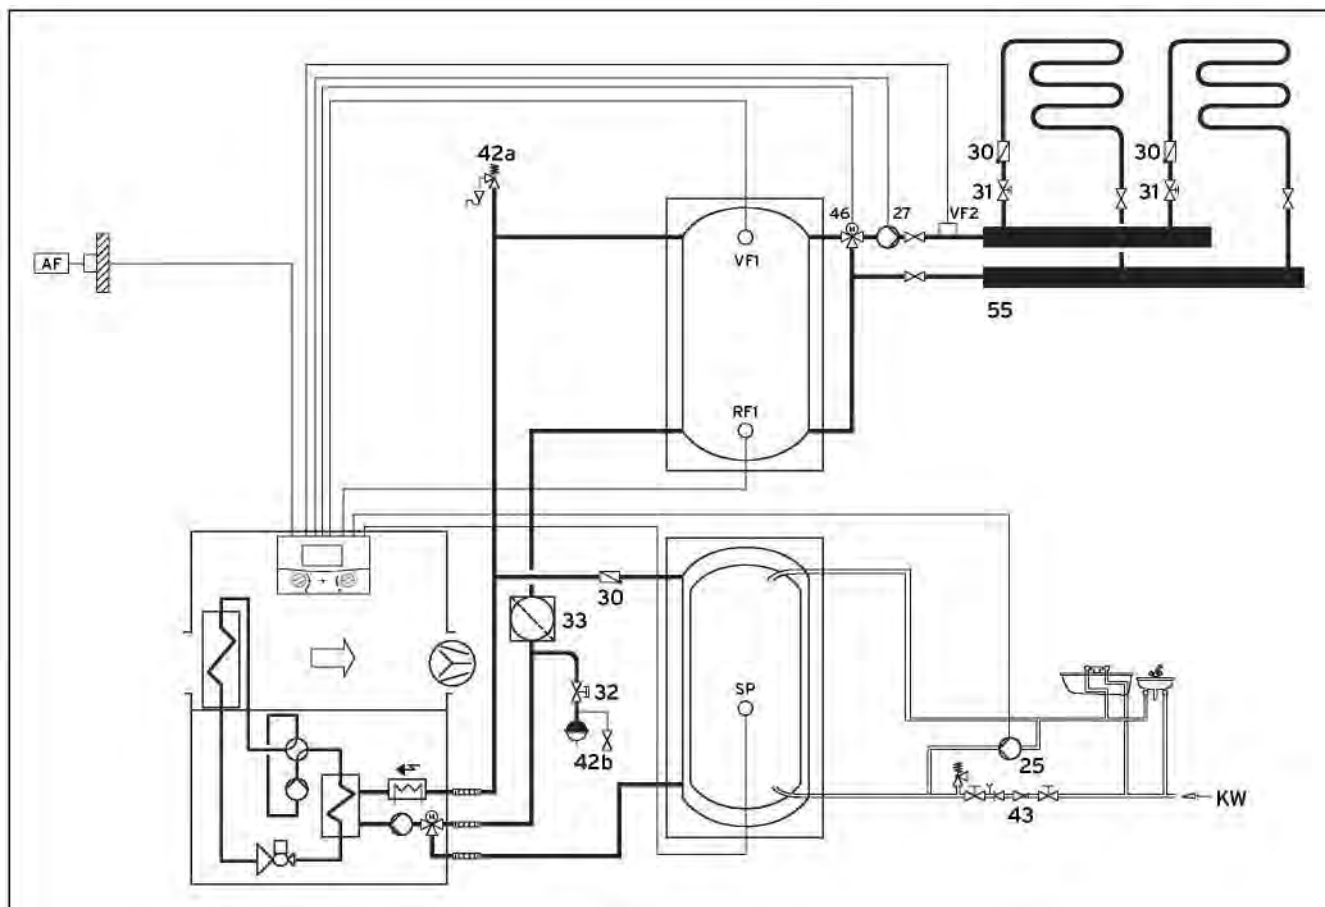

Рис.5.9 Гидравлическая схема 4
- Выполнить проводной монтаж приемника DCF в соответствии с рис. 5.9: